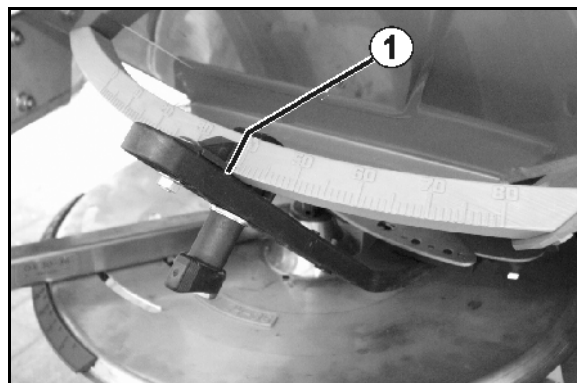

Fig. 42
10.  Tryck på knappen tills avläsningskanten (Fig. 42/1) för vänster doseringsspjäll pekar på det nödvändiga spjällläget.